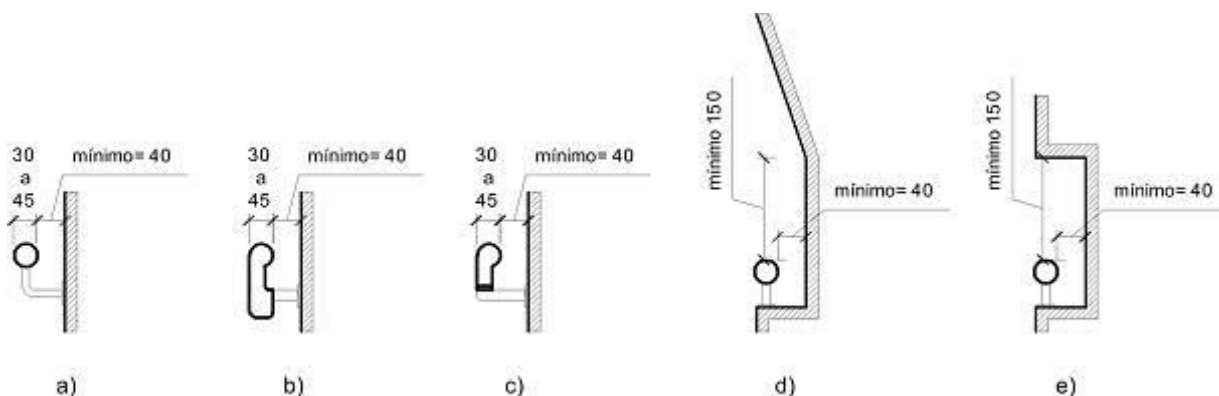

Figura 6
- **Corrimão da área reservada** deve ter acabamento em material resiliente instalado na parede lateral da área reservada com altura entre 500 e 900mm do piso do veículo e afastamento de no mínimo 40mm da parede lateral para possibilitar boa empunhadura. Figura 6